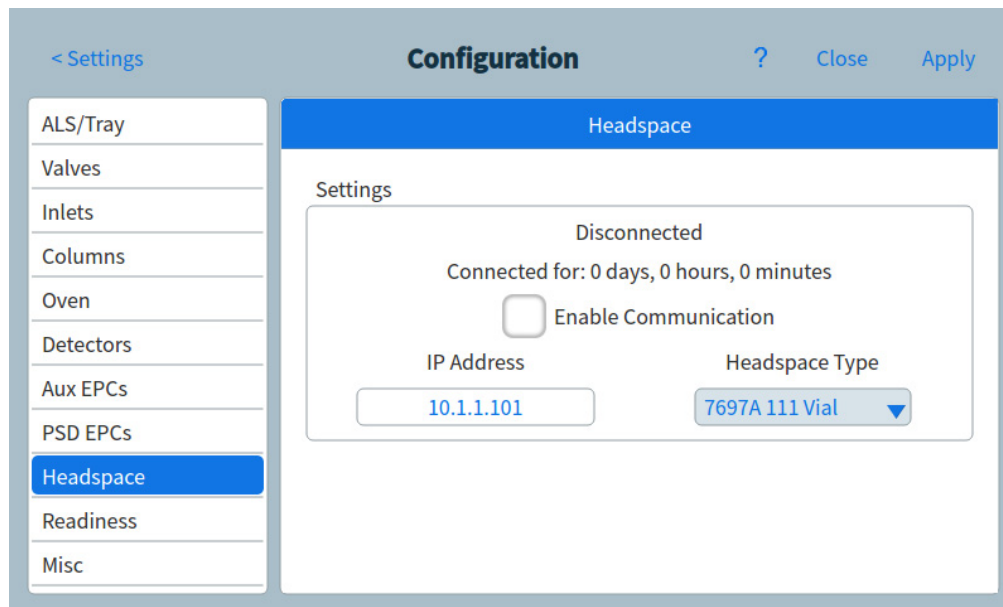

Figura 72. Pagina impostazioni per spazio
- 1 Selezionare **Settings > Configuration > Headspace**. Vedere **Figura 72**.